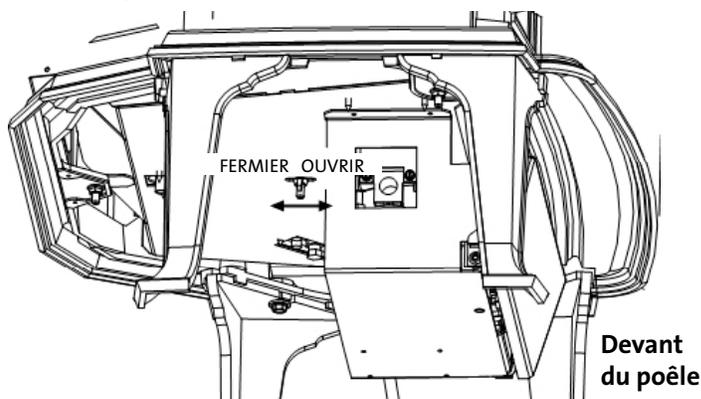

Figure 20. Desserrez l'écrou à oreilles et ajustez l'obturateur d'air, sous le poêle.
6. Desserrez la vis à oreilles de l'obturateur d'air, située sous le poêle. Pour retirer plus facilement le brûleur, poussez la tige de l'obturateur vers l'arrière. Voir la fig. 20.
16. Ajustez l'obturateur d'air. Vous devrez positionner l'obturateur d'air de façon à fournir un mélange air-gaz qui assurera la meilleure apparence des flammes pour votre installation. Commencez par ouvrir l'obturateur d'air à moitié en positionnant la tige de l'obturateur au milieu de la fente au bas du poêle. Voir fig. 20. Poussez la tige vers l'arrière pour restreindre le débit d'air, ou tirez-la vers l'avant pour ouvrir l'obturateur et augmenter le débit d'air. Avec l'expérience, vous trouverez la position de l'obturateur qui convient à votre installation.